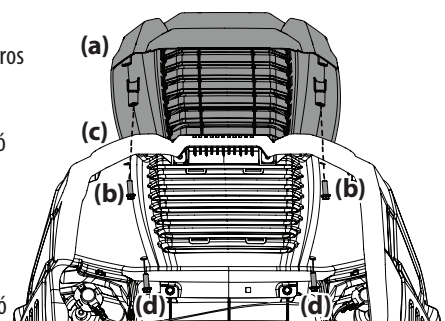

Figura 5
2. Asegure la tapa del capó atornillada (a) desde abajo, ajuste a mano los tornillos (b) que están en la mitad trasera del capó y luego apriete los tornillos con firmeza. Consulte la Figura 5.
- Con los tornillos traseros en su lugar, alinee los orificios de la tapa del capó (a) con los orificios del capó (c) y fije en su lugar con los restantes dos tornillos (d). Consulte la Figura 5 en la página 7.